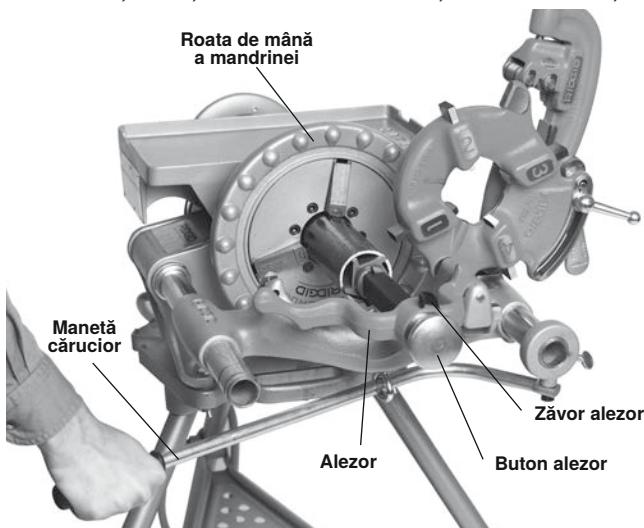

Figura 22 – Alezare cu alezorul nr. 341
- Extindeți alezorul prin apăsarea zăvorului și glisarea butonului spre țeavă până când zăvorul se blochează în capătul barei (Figura 22).